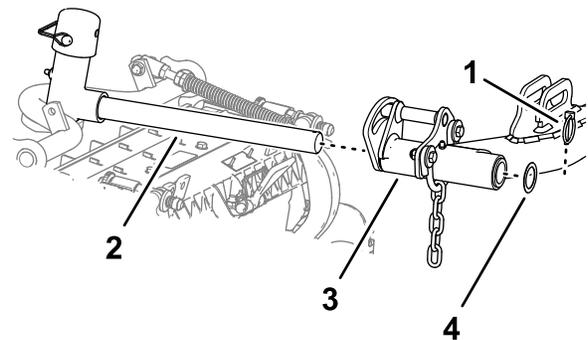

Figura 30
5. Infilate un apparato di taglio sotto il braccio di sollevamento (Figura 30).